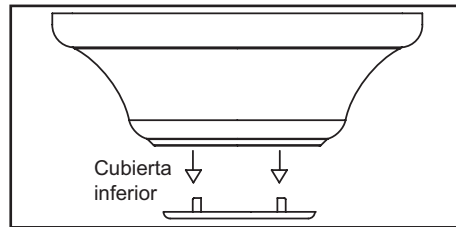

Figura 9
- Retira la cubierta inferior decorativa de la cubierta oprimiendo los tres pernos (Figura 9).